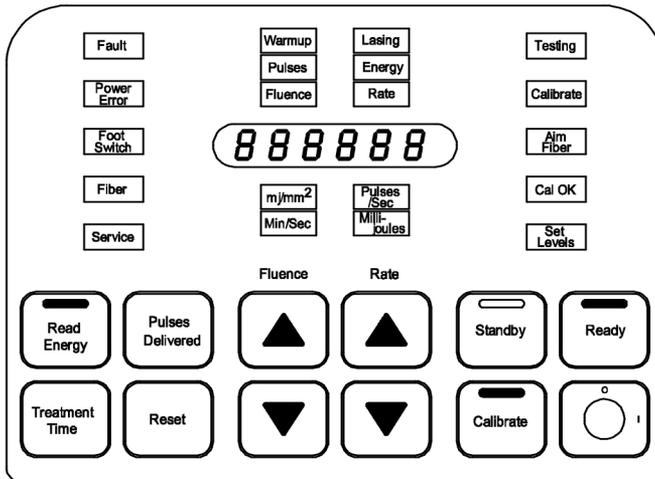

Bild 1
2. Den första delen av självtestet är ett test av lamporna på kontrollpanelen där alla statusknappar och rådgivande lampor, förutom standby, och den gröna statuslampan längst upp på kontrollpanelen lyser samtidigt i cirka 5-7 sekunder. Sex åttor (8) visas på displayen. (bild 1)